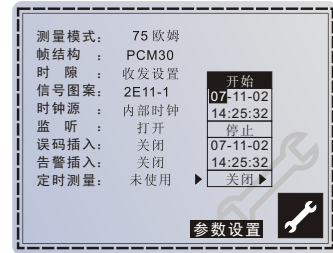

图 4 测量定时设置子菜单
**设置：**含有设置启停时间的子菜单。当光标选中该选项时，按OK键则进入定时时间设置的子菜单，如图4所示。